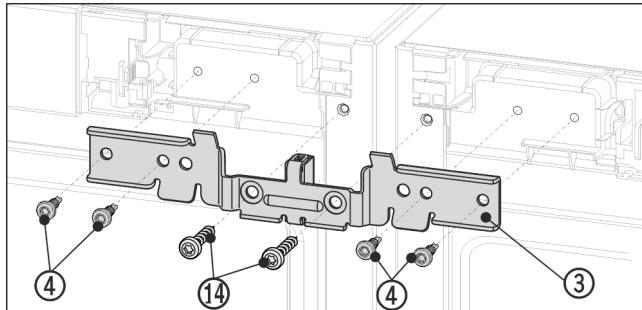

Fig. 12 例图
- ▶ 使用间隔垫片将角 Fig. 12 (3)推入设备和销钉上。使用四颗螺栓 Fig. 12 (4)连同先前旋出的地脚螺栓 Fig. 12 (14)左右交替旋松角。